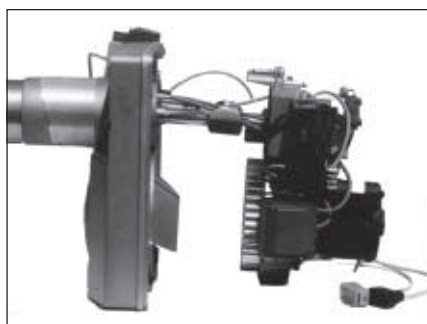

Abb. 26
- Brennergehäuse soweit aus dem Vorderteil ziehen, bis das Gasgestänge mit der Stauscheibe freiliegt. (Abb. 26), dann um 90° nach links drehen und in die Haltenocke der Brennerfrontplatte einhängen.